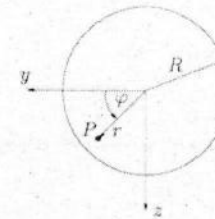

Abbildung 1.3: Kreisquerschnitt und Polarkoordinaten (r, φ)
1.5) Berechnen Sie in Polarkoordinaten das axiale Flächenträgheitsmoment I_y des in Abb. 1.3 dargestellten Kreisquerschnittes mit Radius R . Führen Sie die Integration der Integranden schrittweise durch.